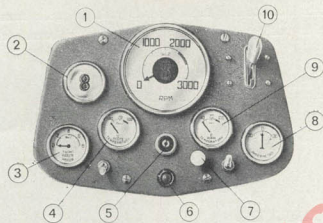

Fig. 7. Motores B24M y B26M. Cuadro de control
**Llevando acoplado acelerador independiente ES IMPRESCINDIBLE, para maniobrar con el mando combinado, tener la palanca del acelerador (10, fig. 7) en «POCA-POCA». Si no tiene esta precaución ocasionará una avería grave en el inversor.**
- En motores B24M y B26M con acelerador independiente, que la palanca del acelerador (10, fig. 7) está en "poca-poca".